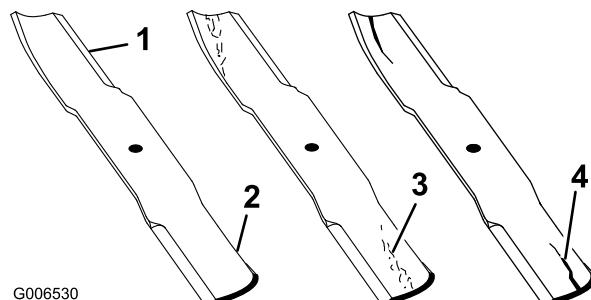

Figure 53
1. Examinez le tranchant des lames (Figure 53). Si les lames sont émoussées ou présentent des indentations, déposez-les et affûtez-les. Voir Affûtage des lames.
2. Inspectez les lames, surtout la partie relevée (Figure 53). Remplacez immédiatement toute lame endommagée, usée ou qui présente une entaille (Figure 53).